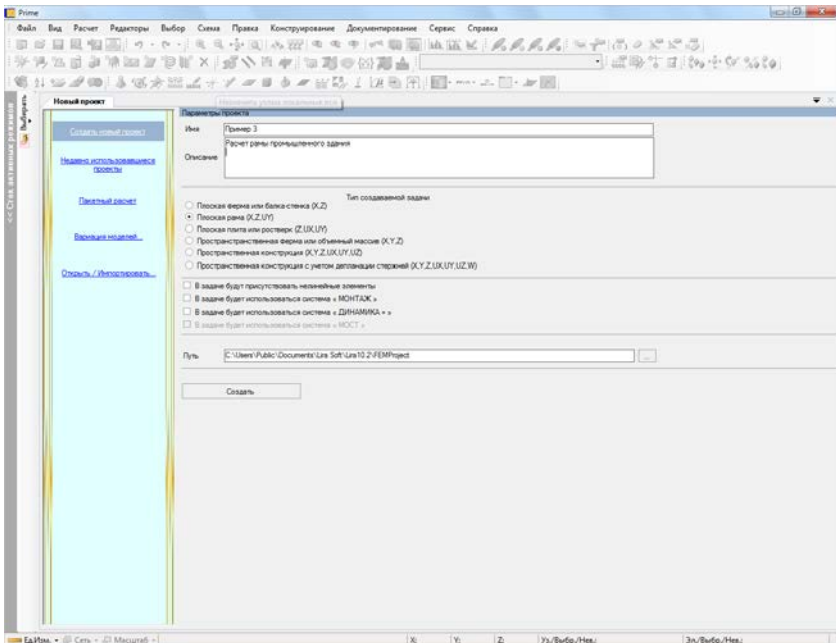

Рис. 133. Редактор начальной загрузки
- задайте следующие **Параметры проекта** (рис. 133):